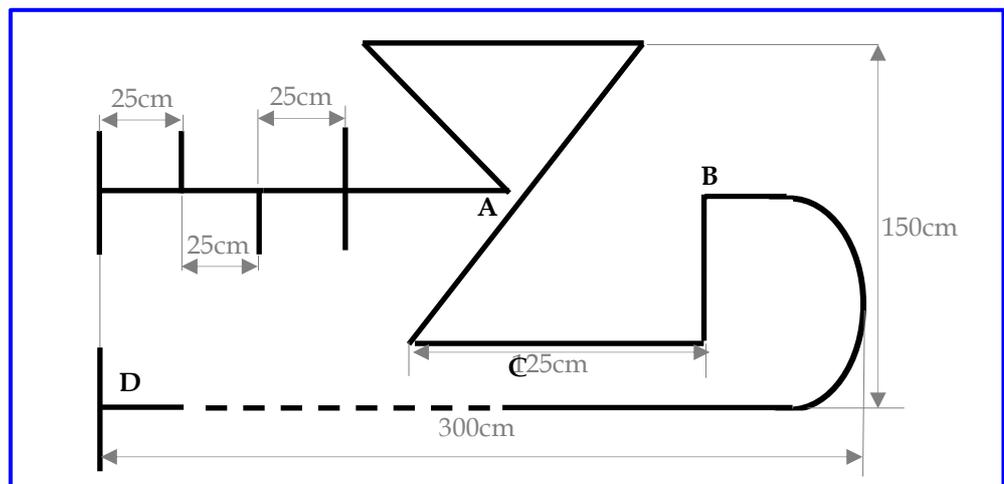

Figure 2 : Trajectoire de l'étape finale
Les 25 équipes ayant enregistré les meilleurs scores lors de l'étape de qualification, passeront à cette étape. Il s'agit de détecter et suivre une trajectoire noire sur fond blanc. Cette trajectoire est donnée par la figure 2. Le robot vainqueur est celui qui arrive à la fin de la piste en un minimum de temps ou qui parcourt la plus longue distance.
- La figure 2 représente la trajectoire de l'étape finale.